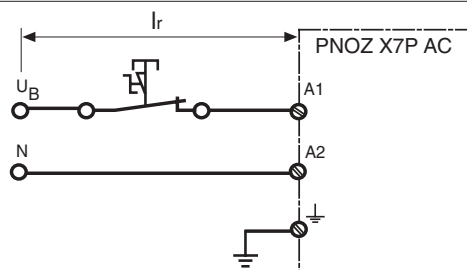

Fig. 3: Longitud de cable l_r con línea en bucle/
- Línea en bucle, 1 fase (v. fig. 3): 1 km
- Conduttore circolare, 1 fase (v. fig. 3): 1 km
- Separate kabels, 1 fase (zie fig. 3): 1 km